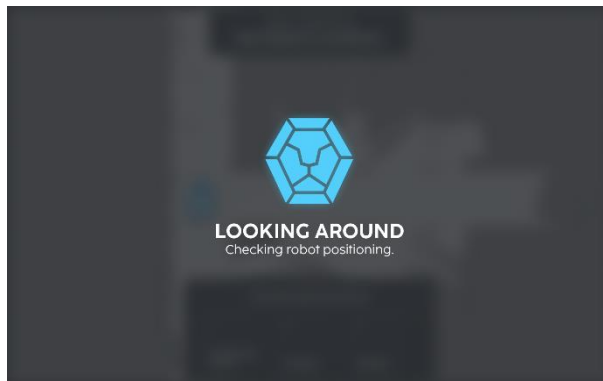

Fig. 4
3. Wacht op het scherm 'LOOKING AROUND (RONDKIJKEN)' (fig. 4).